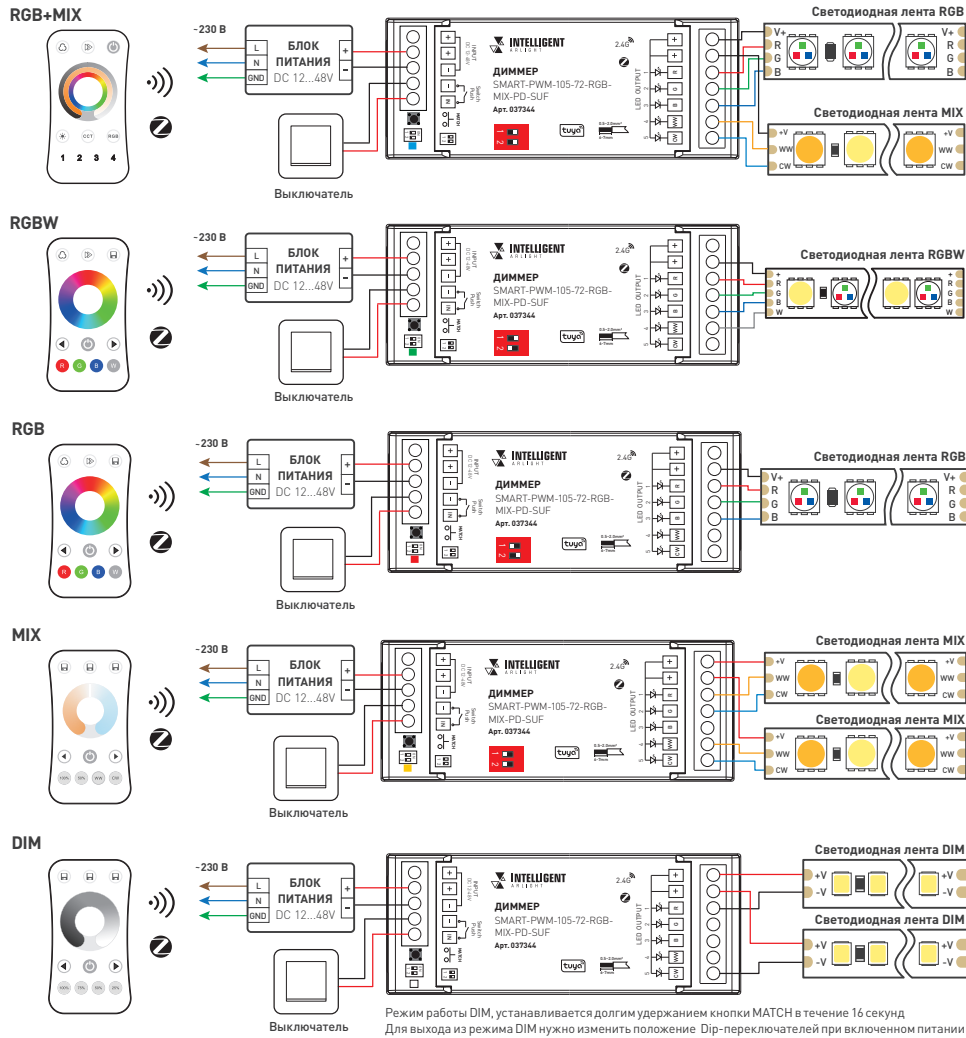

Рис. 1. Схемы подключения диммера SMART-PWM-105-72-RGB-MIX-PD-SUF
2. Подключите диммер согласно схеме на рис. 1.